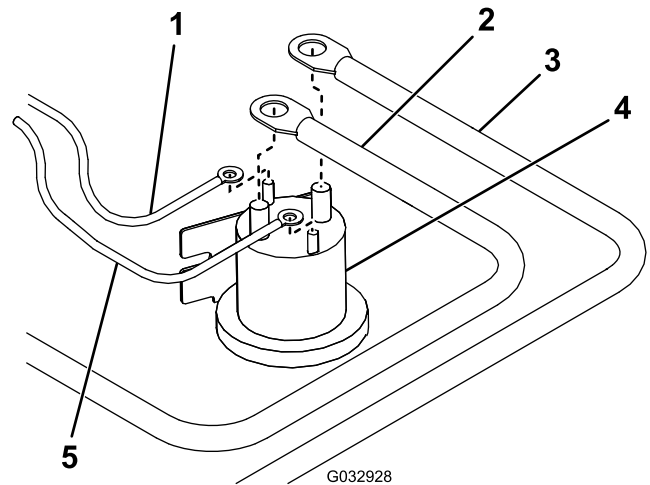

Figure 18
18. Branchez le fil blanc/noir du faisceau de câblage à la petite borne sur le solénoïde de la pompe (Figure 18).
19. Branchez le fil marron du faisceau de câblage à l'autre petite borne sur le solénoïde de la pompe (Figure 18).
21. Reliez le câble d'alimentation/de masse rouge à la grande borne sur le solénoïde de pompe (Figure 18).
22. Reliez le câble de batterie à l'autre grande borne sur le solénoïde de pompe (Figure 18).